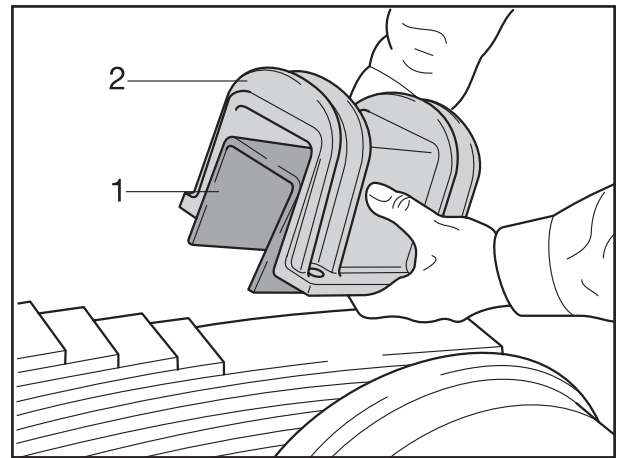

Fig. 1
- [4] Muttern der Federbügel der betreffenden Achse an den Federspanngehäusen abschrauben, Federbügel abziehen und Federspanngehäuse (Fig. 1/2) mit Federkissen (Fig. 1/1) abnehmen.